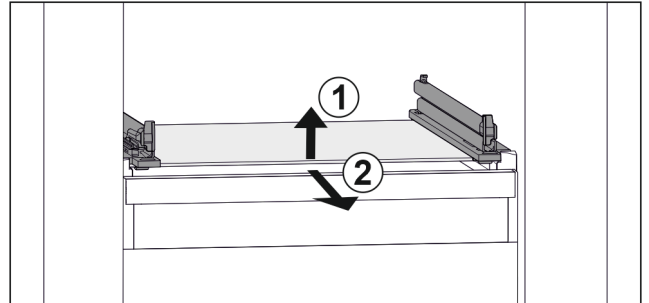

Fig. 26 Rappresentazione esemplificativa del ripiano in vetro
- ▶ Sollevare il ripiano in vetro dal davanti. Fig. 26 (1)
- ▶ Rimuovere il ripiano in vetro tirando in avanti. Fig. 26 (2)